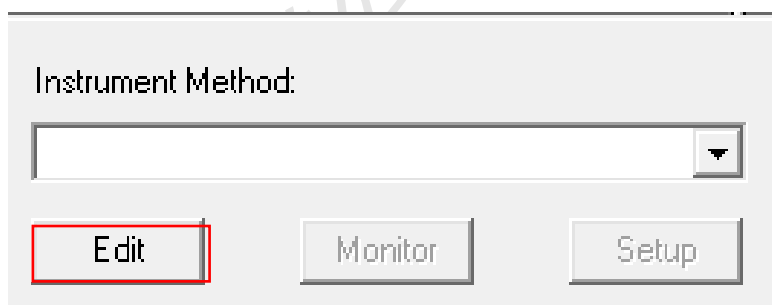

图6-21
6.5.6.1. 如图 6-21，在 Run sample 界面，找到 Instrument Method 小窗，双击 Edit。